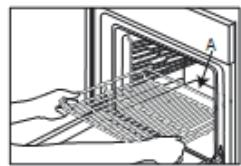
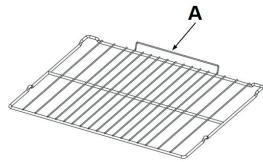

Fig. 1A
Fig. 1B
1. Sett risten inn horisontalt, med den opphøyde delen "A" vendt oppover (Fig. 1A, Fig. 1B)